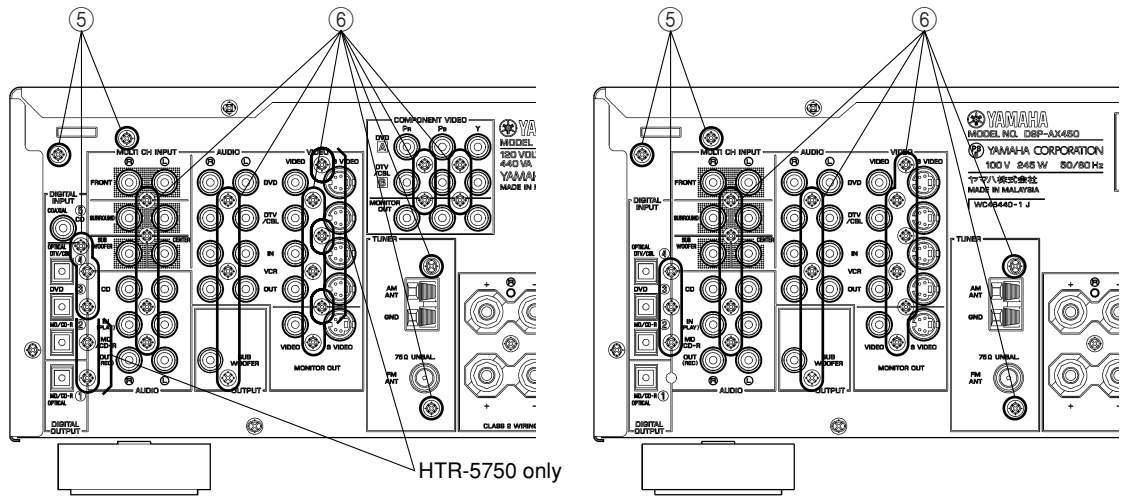

Fig. 3
- b. ⑤のネジ5本を外します。(Fig. 3)
- Remove 19 (HTR-5750), 16 (RX-V450, HTR-5740) screws (6). (Fig. 3)
- ⑥のネジ15本を外します。(Fig. 3)